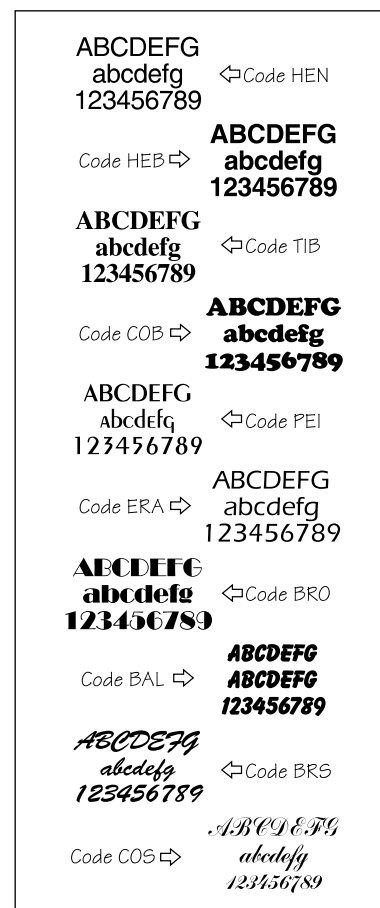

Abb. 13 : Beschriftung
12. Buchstabentyp: siehe Abb. 13 Seite 13